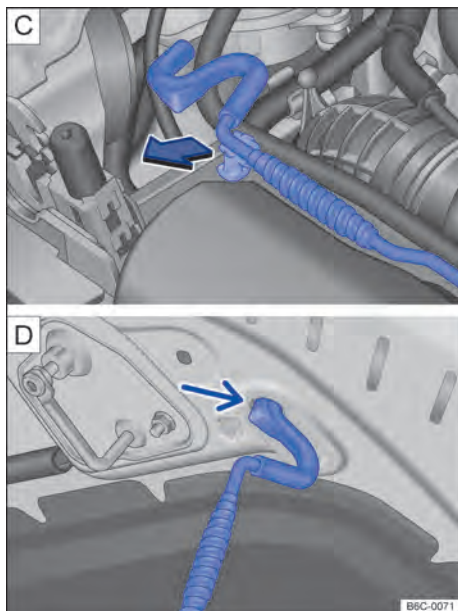

Fig. 202 C) Haste de sustentação da tampa do compartimento do motor. D) Tampa do compartimento do motor apoiada na haste de sustentação.
- Retirar a haste de sustentação do suporte no sentido da seta → Fig. 202 C) e posicioná-la na abertura na tampa do compartimento do motor → Fig. 202 D).
- Retirar a haste de sustentação do furo → Fig. 202 [D] e encaixá-la no suporte do fecho → Fig. 202 [C].